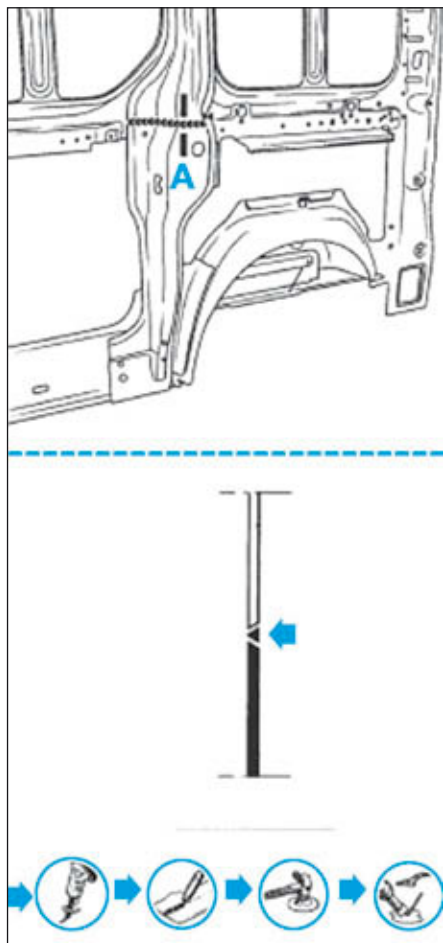

FIG.60
- Tracer puis découper le pied milieu arrière (Fig.60).
- Souder par cordon MAG (Fig.60).